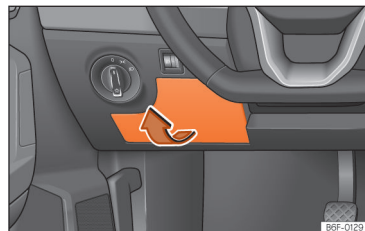

Fig. 168 No painel de instrumentos do lado do condutor: tampa da caixa de fusíveis.
- **Abrir:** retire a tampa da caixa de fusíveis no sentido da seta »» **Fig. 168.**